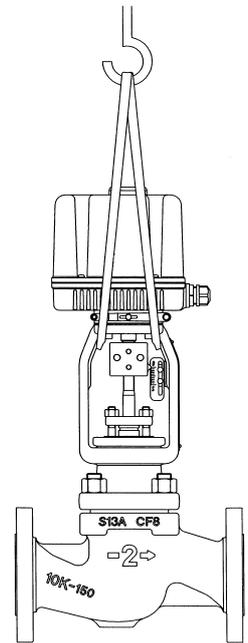

図2-1 吊り下げ事例
4. 調節弁をクレーン等で吊り下げる場合は、操作器ヨーク部にワイヤロープをたすきがけするようにして行ってください。（図2-1参照）